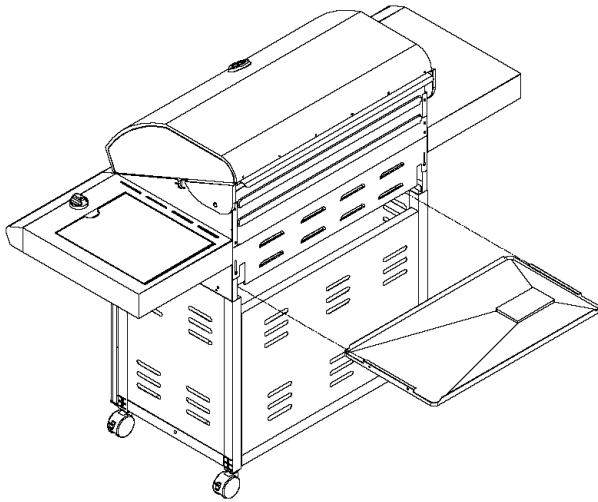

Figure 3
- Deslice las lengüetas laterales de la bandeja ensamblada por encima de los carriles debajo del tazón de la parrilla. (Vea la Fig. 3.).